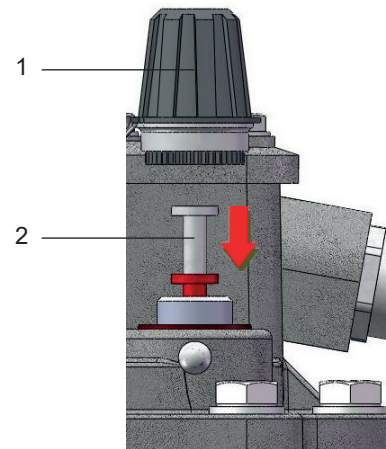

Abb. 8 - Prüftaste
- Große Hutmutter (Abb. 8/ Nr. 1) abschrauben
- Prüftaste (Abb. 8/ Nr. 2) bis zum Anschlag nieder drücken und gedrückt halten